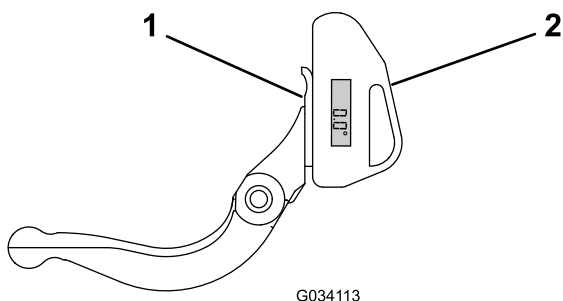

Figura 27
- Posizionate il goniometro sul lato inferiore della controlama, come illustrato nella Figura 27.